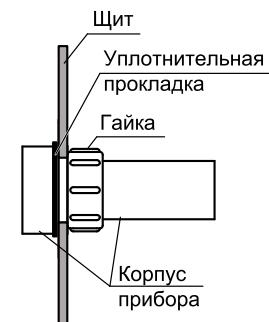

Рисунок 2 – Монтаж прибора
- Надеть на тыльную сторону передней панели прибора уплотнительную прокладку из комплекта поставки, см. рисунок 2.